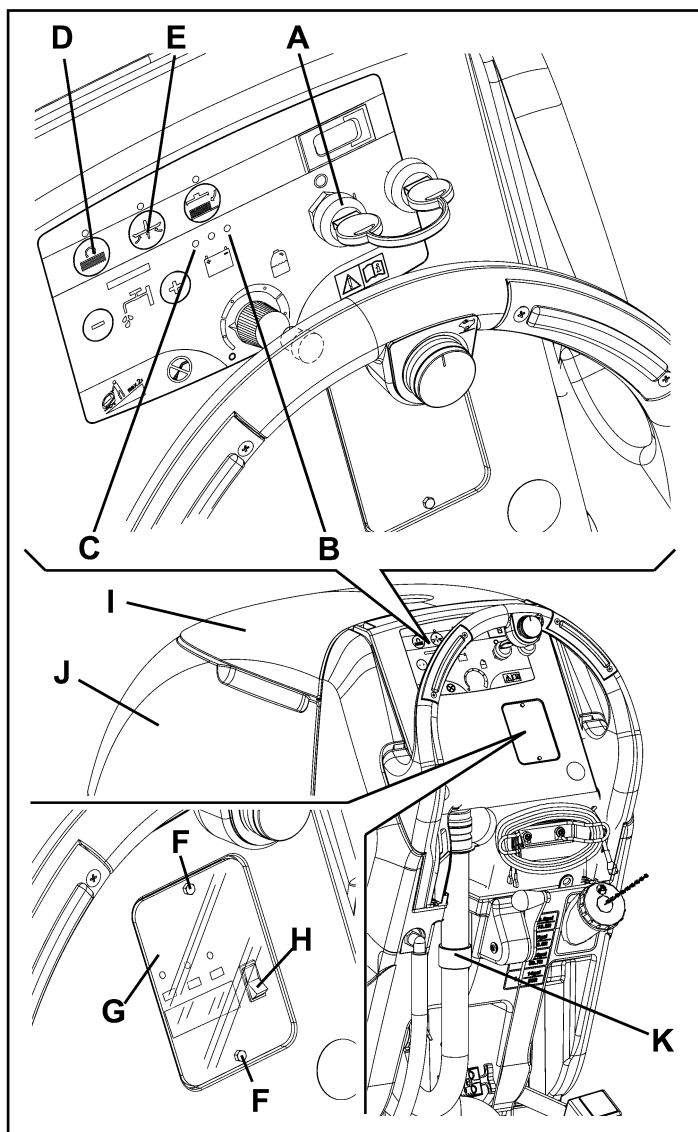

Figure 7
1. Tourner la clé de contact (A, Fig. 7) en position "I" et remarquer ce qui se passe pendant les premières secondes de fonctionnement de la machine :
- Si le témoin lumineux vert (B) clignote, la machine est configurée sur GEL.
- Si le témoin lumineux rouge (C) clignote, la machine est configurée sur WET.
3. Arrêter la machine en tournant la clé de contact (A) sur "0".
4. Appuyer en même temps et maintenir appuyé les boutons-poussoirs (D) et (E), puis tourner la clé de contact (80) en position "I".
5. Relâcher les boutons-poussoirs (D) et (E) après 8 secondes minimum du démarrage de la machine.
6. En 3 secondes, appuyer à nouveau brièvement sur le bouton-poussoir (E) et contrôler que le témoin lumineux de la configuration désirée clignote (comme indiqué au point 1).